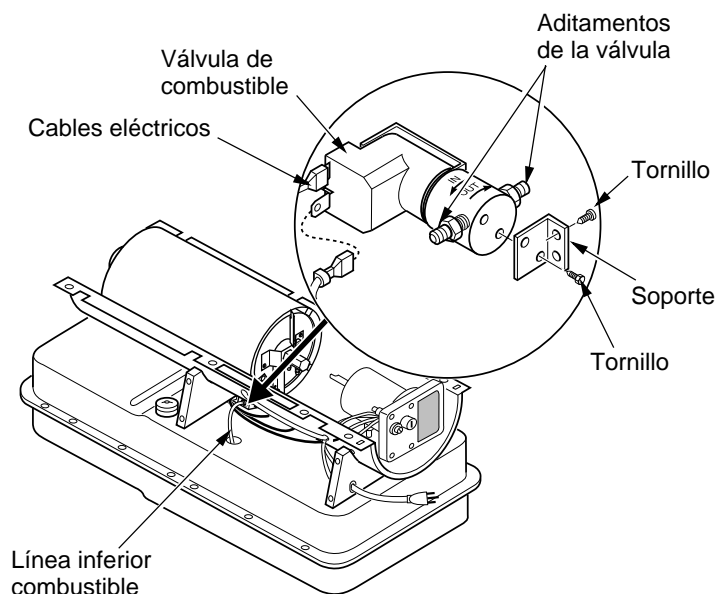

Figura 18 - Repuesto de la válvula de combustible, sólo para el modelo 200
3. Saque la línea inferior de combustible del aditamento de la válvula de combustible (consulte la figura 18).
4. Desconecte los cables rojo y blanco de la válvula de combustible (consulte la figura 18).
5. Usando un destornillador para tuercas hexagonales de 1/4", quite los 2 tornillos que sujetan la válvula de combustible y el soporte a la cubierta inferior (consulte la figura 18). Guarde estos tornillos.
9. Conecte los cables rojo y blanco (no importa la polaridad). Conecte las líneas de combustible inferior y superior a la válvula de combustible (consulte la figura 18).